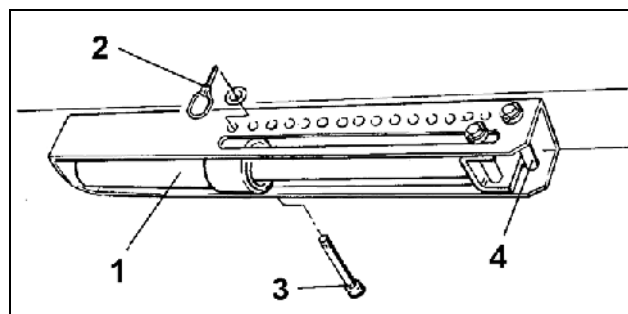

Fig. 87
Collegare il cilindro idraulico (Fig. 87/1) ad una centralina del trattore a semplice effetto (vedi cap. 8.2) e azionare la centralina esclusivamente dalla cabina del trattore.
Inserire due bulloni (Fig. 87/3 e Fig. 87/4) come battuta d'arresto del cilindro idraulico (Fig. 87/1) nel segmento di regolazione. La battuta di arresto del cilindro idraulico si trova sul bullone (Fig. 87/3) quando il cilindro idraulico è senza pressione e sul bullone (Fig. 87/4) quando il cilindro idraulico è in pressione.
- Mettere in pressione il cilindro idraulico (Fig. 87/1).
- Inserire i bulloni (Fig. 87/3) in un foro del gruppo forato e fissarli con una spina a scatto (Fig. 87/2).